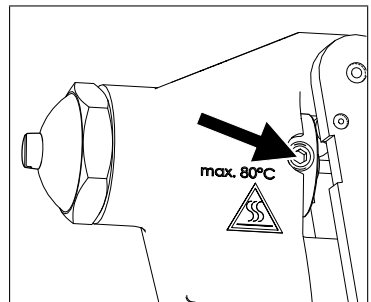

Fig. 15: Tornillo prisionero
2. Gire el manguito guía hasta que el tornillo prisionero en la ranura esté colocado entre el gatillo y el cuerpo de la pistola (véase Fig. 15 en página 39).
2. Gire el manguito guía hasta que el tornillo prisionero esté colocado entre el escote del cuerpo de la pistola (véase Fig. 15 en página 39).